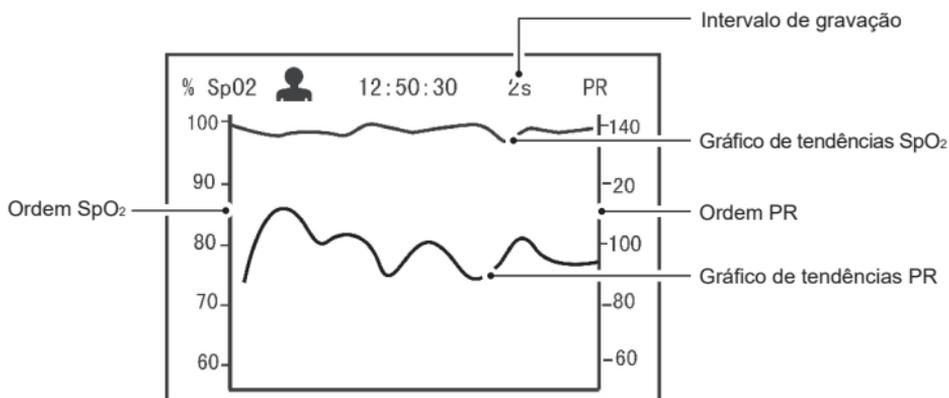
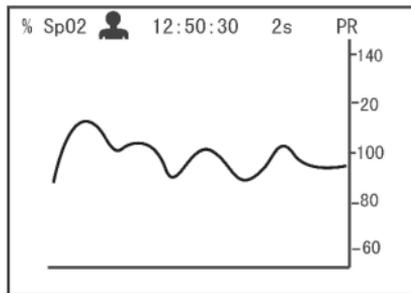

Figura 4-9A Ecrã de Visualização Gráfico de Tendências
Figura 4-9C Ecrã de Visualização Gráfico de Tendências
Escolha um registo na lista de registos, em seguida, pressione a tecla “” (Modo/OK), o ecrã de exibição irá mostrar gráfico de tendência, tal como mostrado na Figura 4-9A.
- Pressione brevemente a tecla “” modo/OK para mudar os ecrãs de gráficos de tendência (como mostrado na Figura 4-9A, 4-9B Figura e Figura 4-9C).